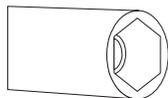

Figura 4
2. Per sostituire l'iniettore, servirsi di un cacciavite la cui estremità sia come quella indicata nella Figura 4.